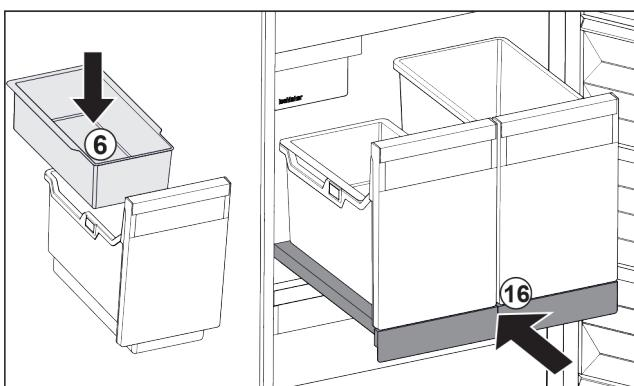

Fig. 32
- Vložte závesnú misku Fig. 32 (6) na kocky ľadu.
- Zasuňte vyťahovaciu poličku s nádobou (IceTower). Fig. 32 (16)